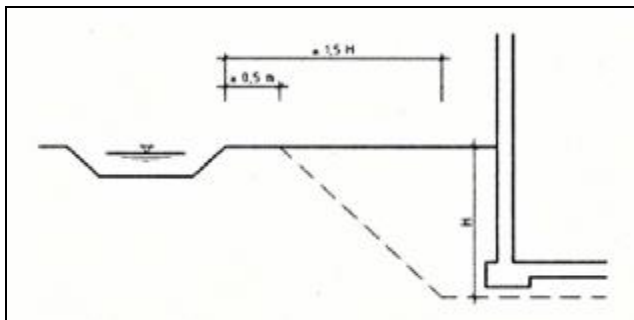

Bild 1
<ul style="list-style-type: none"> - Die Versickerung ist nach DWA-Arbeitsblatt A 138 zu bemessen. Zur Abschätzung der notwendigen Versickerungsfläche kann von 15% der angeschlossenen Fläche ausgegangen werden - Die Einstauhöhe der Versickerungsmulde sollte auf 30 cm wegen dem Unfallschutz begrenzt werden (Gefahr des Ertrinkens) - Bei Versickerungsmulden ist ein Notüberlauf notwendig der schadlos für Dritte abzuleiten ist. - Versickerungen sind nur über eine mindestens 30 cm starke begrünte Oberbodenschicht zulässig - Sickerschächte sind verboten - Versickerungen sind in der Wasserschutzgebietszone I und II verboten - Das Dachflächenwasser von unbeschichteten Metaldächern aus Kupfer, Blei oder Zink ist über eine erlaubnispflichtige Vorbehandlung zu leiten - Die Versickerung ist mit ausreichend Abstand zum Gebäude herzustellen (Bild 1) - Eine Einleitung in ein Gewässer ist nur bei ausreichender hydraulischer Leistungsfähigkeit des Gewässers möglich (ggf. Rückhaltung notwendig) - Bei Versickerung auf alllast- oder alllastverdächtigen Flächen ist eine vorherige Einzelfallprüfung erforderlich
<ul style="list-style-type: none"> - Die Versickerung ist nach DWA-Arbeitsblatt A 138 zu bemessen. Zur Abschätzung der notwendigen Versickerungsfläche kann von 15% der angeschlossenen Fläche ausgegangen werden - Die Einstauhöhe der Versickerungsmulde sollte auf 30 cm wegen dem Unfallschutz begrenzt werden (Gefahr des Ertrinkens) - Bei Versickerungsmulden ist ein Notüberlauf notwendig der schadlos für Dritte abzuleiten ist - Versickerungen sind nur über eine mindestens 30 cm starke begrünte Oberbodenschicht zulässig - Sickerschächte sind verboten - Versickerungen sind in der Wasserschutzgebietszone I und II verboten - Die Versickerung ist mit ausreichend Abstand zum Gebäude herzustellen (Bild 1) - Das Waschen und Warten von Fahrzeugen ist auf versickerungsfähigen Flächen nicht zulässig - Das Lagern und Umschlagen von wassergefährdenden Stoffen ist auf den versickerungsfähig gestalteten Flächen nicht zulässig - Stellplätze für Besucher und Mitarbeiter sind wasserdurchlässig zu gestalten (z. B. Rasengittersteine) - Eine Einleitung in ein Gewässer ist nur bei ausreichender hydraulischer Leistungsfähigkeit des Gewässers möglich (ggf. Rückhaltung notwendig) - Bei geplanter Versickerung auf alllast- oder alllastverdächtigen Flächen ist eine vorherige Einzelfallprüfung erforderlich
- Ausreichender Abstand zur Bebauung (Bild 1)